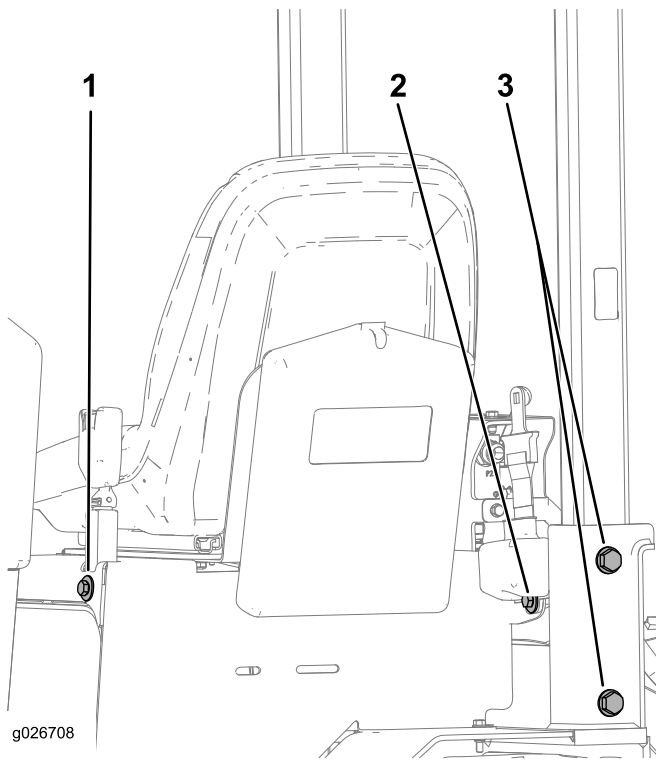

Figura 49
1. Compruebe que los 4 pernos que sujetan la barra del ROPS al chasis de la máquina están apretados a 203–223 N·m (150–165 pies-libra); consulte Figura 49.
2. Compruebe que los pernos y las tuercas que sujetan el retractor y la hebilla del cinturón de seguridad al asiento están apretados a 104–115 N·m (77–85 pies-libra); consulte Figura 49.